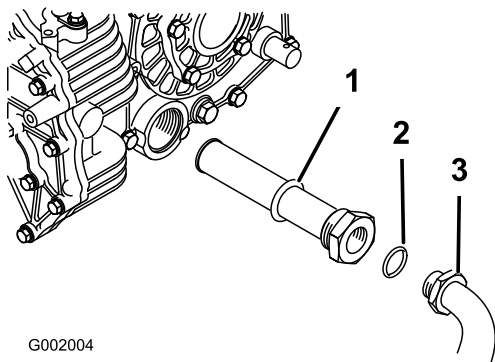

Figure 56
5. Déposez le flexible hydraulique et le raccord à 90° (Figure 56).